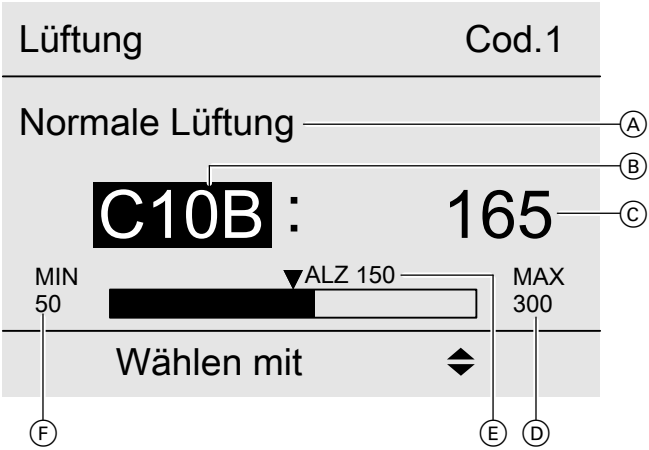

Abb. 8
- Die Grenzen des Einstellbereichs (D), (F) und der Auslieferungszustand (E) in Abb. 8 hängen in vielen Fällen vom Typ des Lüftungsgeräts ab. Diese Werte werden für fast alle Parameter im Lüftungsbedienteil, Typ LB1 angezeigt. Daher sind die Werte (D), (E) und (F) in den folgenden Parameterbeschreibungen nicht aufgeführt.